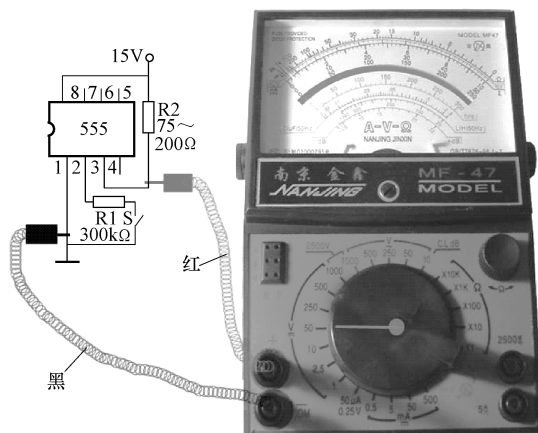

图 5-8 555 时基集成电路输出电平测试
将万用表置于直流电压 50V 挡, 表笔接 555 时基集成电路的输出端。断开开关 S 时, 555 时基集成电路的③引脚输出高电平, 万用表所测得的值应大于 14V; 接通开关 S 时, ③引脚输出电压则为 0V。图 5-8 所示为 555 时基集成电路输出电平测试示意图。